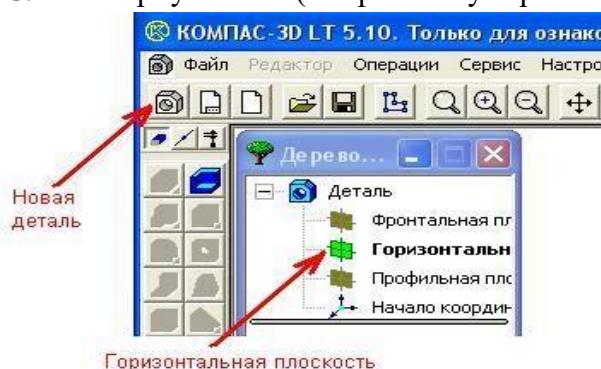

Рис. 1
4. Щелкнуть по кнопке **«Новая деталь»** (Рис. 1).
5. Выбрать **Горизонтальную плоскость** (Рис. 1).